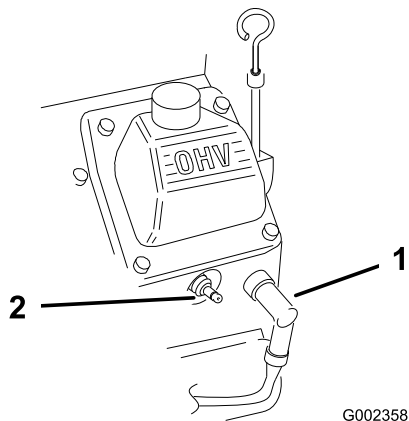

Figura 24
2. Scollegate i cappellotti dalle candele (Figura 24).